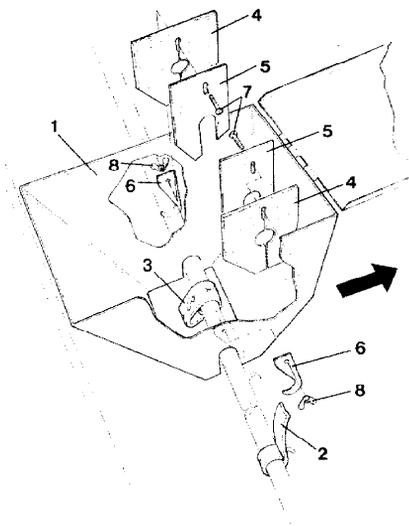

Fig. 120
Pour semer des quantités faibles de semence sur des interlignes larges, il est recommandé d'utiliser les compartiments de trémie (fig. 120/1). Ils permettent de réduire au minimum le reliquat de graines qui ne peuvent pas être semées.
- En cas de mauvaise fluidité de la semence, monter des doigts d'agitation souples (fig. 120/2 ou 120/3) avant d'effectuer la mise en place des compartiments de trémie, de manière à retirer les derniers reliquats de semence à l'intérieur des compartiments.
- Positionner les compartiments (fig. 120/1) à l'intérieur de la trémie.
- Fixer le joint (fig. 120/4) avec la tôle (fig. 120/5) à l'intérieur du compartiment de trémie et le crochet de fixation (fig. 120/6) à l'extérieur du compartiment au moyen de vis à tête demi-ronde M6 (fig. 120/7) et d'écrous à ailettes (fig. 120/8). Les deux crochets de fixation s'accrochent sous l'arbre agitateur.